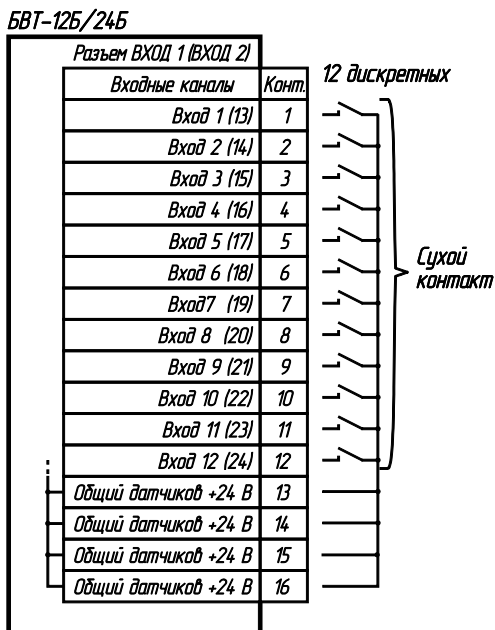

Рис. 7.1. Типовые схемы подключения внешних устройств к разъемам ВХОД1 и ВХОД2 (тип разъема — ЕС350VM-16 с клеммами «под винт»)
7.5. Схемы внешних подключений Устройства приведены на рис. 7.1—7.4.